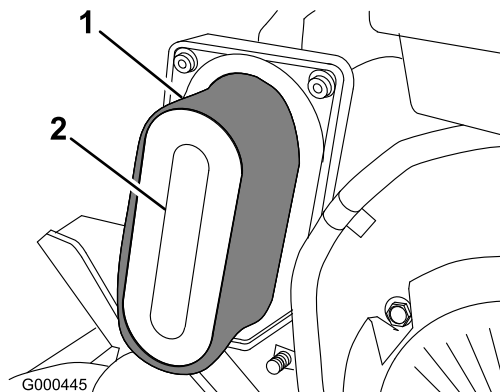

図 24
3. スポンジ（図 24）を点検し、汚れていればペーパー・エレメントから外す。スポンジをきれいに洗う。